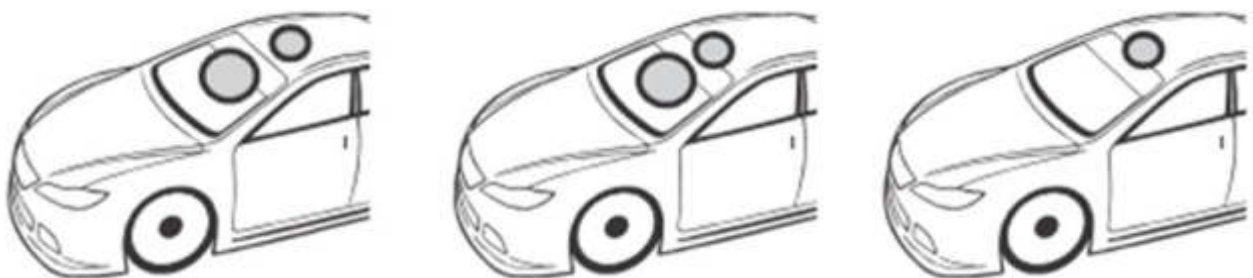

Figura 33: Posizione fori per raffreddamento e rifornimento
- il foro per il raffreddamento posto sul parabrezza e quello per il rifornimento, entrambi di 60,0 mm massimi in ogni direzione, devono essere realizzati separatamente e, comunque, ad una distanza minima di 5,0 mm fra loro; qualora il foro di rifornimento dovesse essere effettuato in una zona della carrozzeria che comprende sia il tetto sia il parabrezza, sarà considerato come utile sia al raffreddamento ed al rifornimento e quindi sarà possibile effettuare un solo foro di 60,0 mm in ogni direzione. Si veda a corredo la Figura 33;